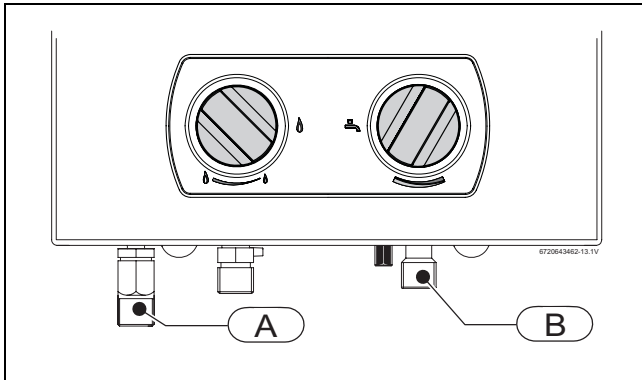

Fig. 15 Ligação da água
- ▶ Identificar a tubulação de água fria (→ Fig. 15 , [B]) e de água quente (→ Fig. 15 , [A]), de forma a evitar uma possível troca.